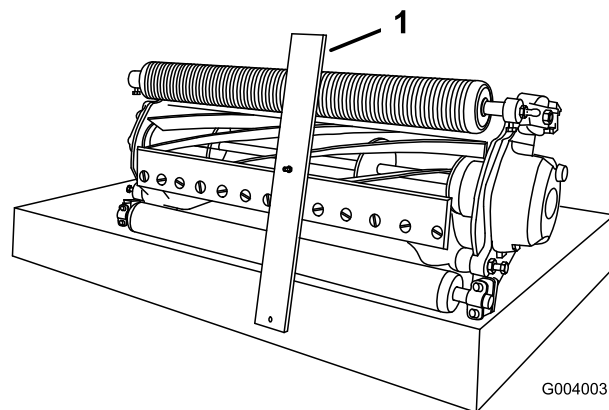

Figura 17
3. Enganche la cabeza del tornillo sobre el filo de la contracuchilla y apoye el extremo trasero de la barra sobre el rodillo trasero (Figura 17).